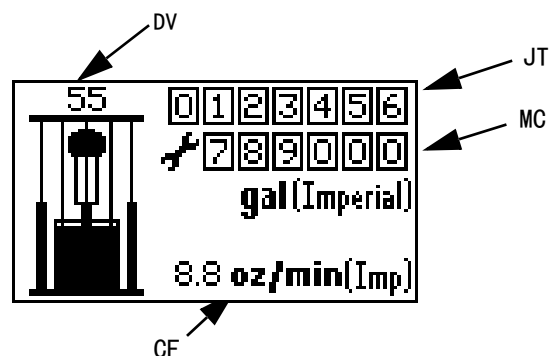

图 19: 运行模式屏幕
3. 当进程条从左向右移动时，将显示初始屏幕 (图 18)。然后，它将直接转至运行模式 (图 19)。
请参见图 16 和图 19。
2. 处于填料模式时，工作计数器 (JT) 为空白状态且不会计数。然而，维护计数器 (MC) 将继续递减。
3. 当安装新料桶时，在填料模式中按住  键，将剩余料桶容积 (DV) 复位到料桶容积 (DF)。
4. 若需退出填料模式，按下  键。填料标志将消失，同时 LED 指示灯将停止闪烁；屏幕将返回到运行模式 (图 19)。
如果在进入设置屏幕一分钟内没有按下任何键，系统将返回到运行模式 (图 19)。
- a. 按下并释放  键，从运行模式进入诊断模式 (图 19)。